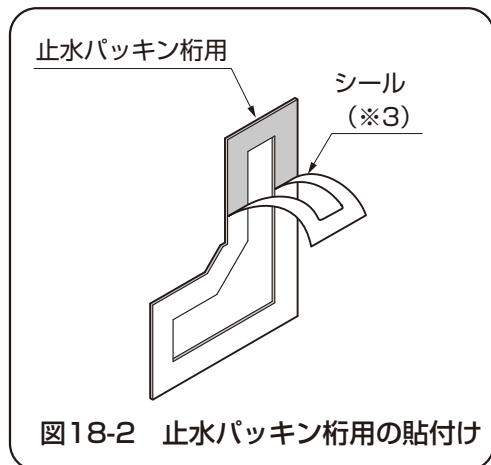
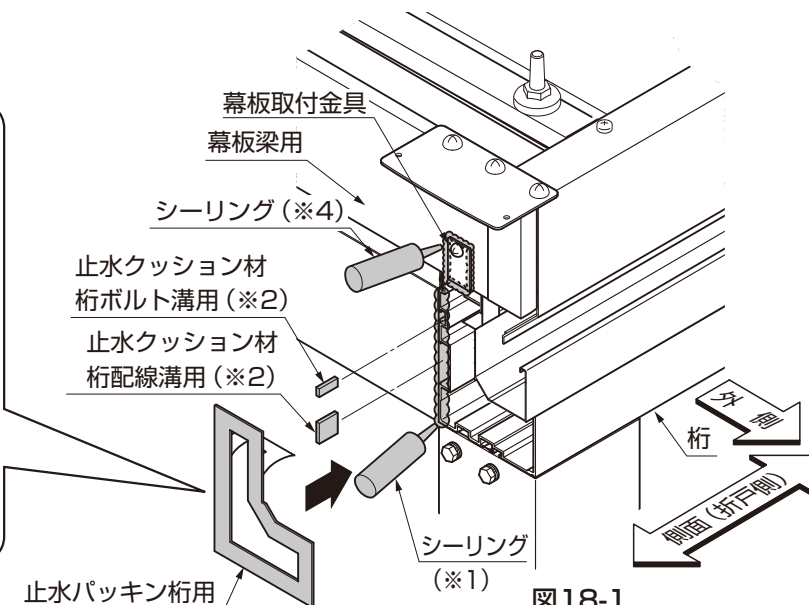

図18-2 止水パッキン桁用の貼付け
図18-1 幕板取付金具周囲のシーリングと止水パッキン桁用の貼付け
- ① 止水クッション材桁ボルト溝用、止水クッション材桁配線溝用を、桁の溝部に入れ、桁と前後梁の接合部分にシーリング（※1）をしてください。（図18-1参照）
- ② 桁の端部に、止水パッキン桁用の裏面のシール（※3）をはがして貼付けてください。（図18-1、図18-2参照）